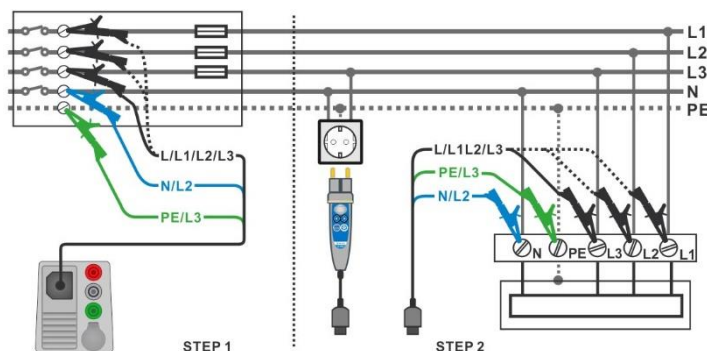

Figura 7.62: Medición de caídas de tensión - conexión de la Clavija *Commander* y la punta de prueba de tres hilos
- › Conecte las puntas de prueba al origen de la instalación eléctrica, vea la **Figura 7.62**.
- › Conecte las puntas de prueba de 3H o la Clavija *Commander* a los puntos de prueba, vea la **Figura 7.62**.